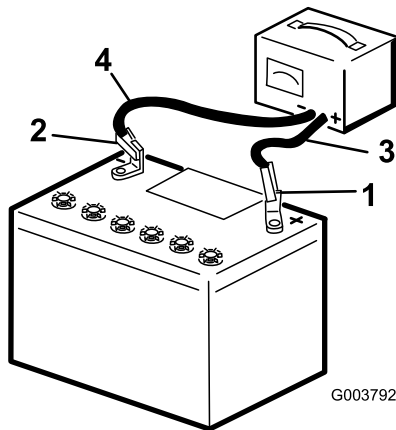

Bild 60
3. Schließen Sie das Plus-Batterieladegerätkabel am Pluspol der Batterie an (Bild 60).
4. Schließen Sie das Minus-Batterieladegerätkabel am Minuspol der Batterie an (Bild 60).
6. Wenn die Batterie ganz aufgeladen ist, ziehen Sie den Stecker des Ladegeräts aus der Stromquelle. Klemmen Sie dann die Klemmen des Ladegeräts von den Batteriepolen ab (Bild 60).